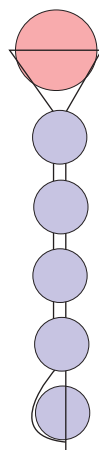

Рис. 6. Игольчатое плетение
5. Техника игольчатого плетения (рис. 6). При этом способе плетения после того, как на один из концов проволоки нанизали последнюю бисеринку, нужно пройти проволокой в обратном направлении через оставшиеся бисеринки.